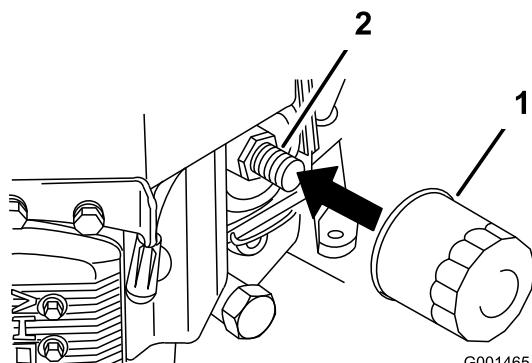

Figura 36
2. Retire el filtro de aceite usado (Figura 36).
3. Aplique una capa fina de aceite nuevo a la junta de goma del filtro nuevo (Figura 36).
adaptador del filtro, luego apriete el filtro tres cuartos de vuelta más (Figura 36).